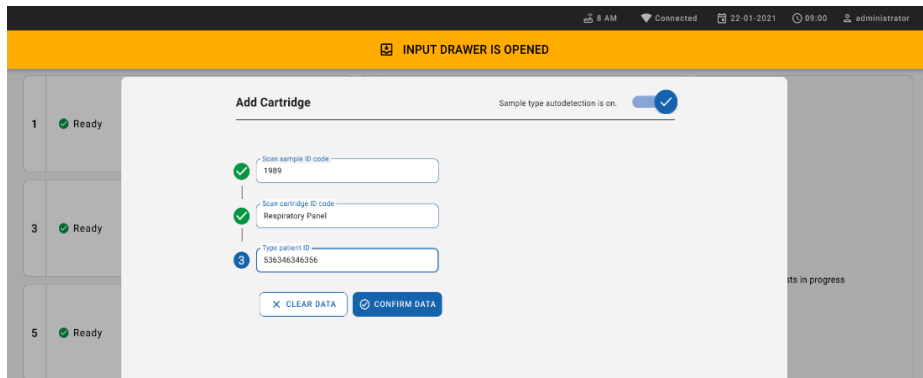

图 58.输入患者 ID
9. 输入患者 ID (Patient ID [患者 ID] 必须设置为 **on** [打开])，然后确认数据 (图 58)。